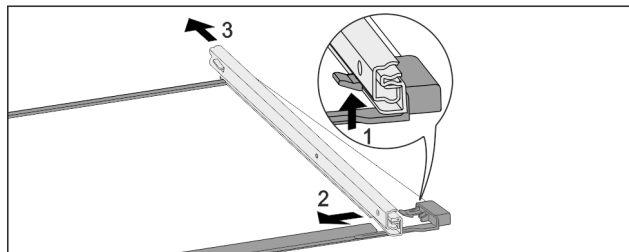

Fig. 205 Skleněná deska s kolejničkami
- ▶ Přední aretační háček zatlačte nahoru. Fig. 205 (1)
- ▶ Vysuvnou kolejničku vysuňte stranou Fig. 205 (2) a dozadu Fig. 205 (3).